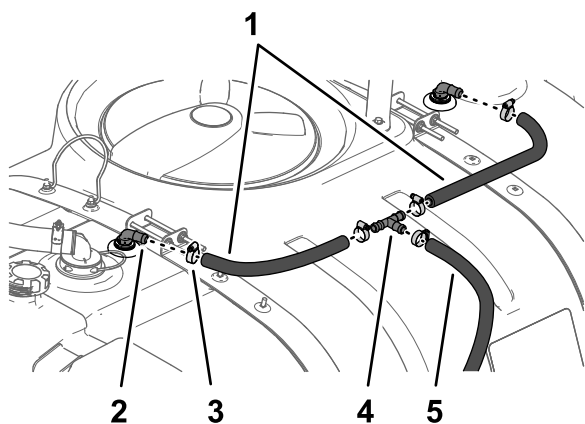

Рисунок 27
1. Подсоедините 2 шланга размером 1,9 x 61 см и 2 шланговых хомута к каждому прямоугольному штуцеру на узлах промывочных сопел и затяните хомуты от руки (Рисунок 27).
2. Установите, не затягивая, другие концы шлангов размером 1,9 x 61 см на тройник с помощью 2 шланговых хомутов, как показано на Рисунок 27.
3. Установите шланги размером 1,9 x 180 см и шланговые хомуты на тройник, как показано на Рисунок 27.